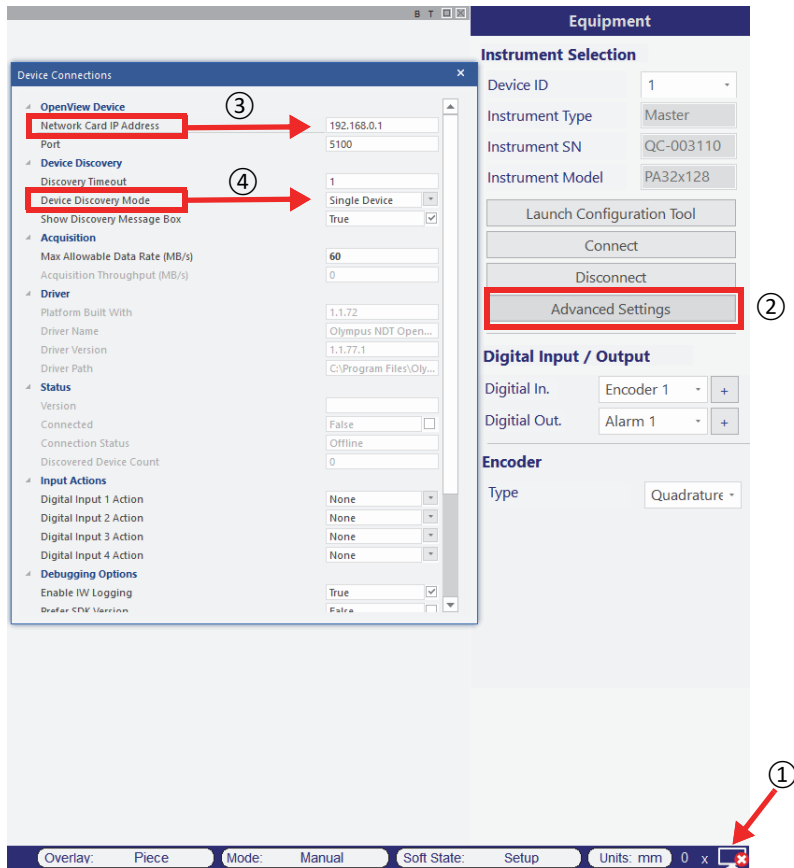

図 7-4 WeldSight での設定
- f) コンピュータで WeldSight  を開き、スクリーンの右下にある PC アイコン  (75 ページの図 7-4) をダブルクリックします。詳細設定をクリックして、以下のことを確認してください。